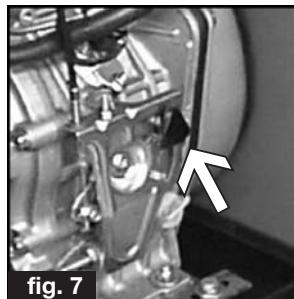

fig. 7
- Model W180 (YANMAR Motor): Vip acceleratorhåndtaget, placeret på motoren (se fig. 7), tilbage opad. Vent til motoren er helt standset og drej så nøglen over i "OFF" position.